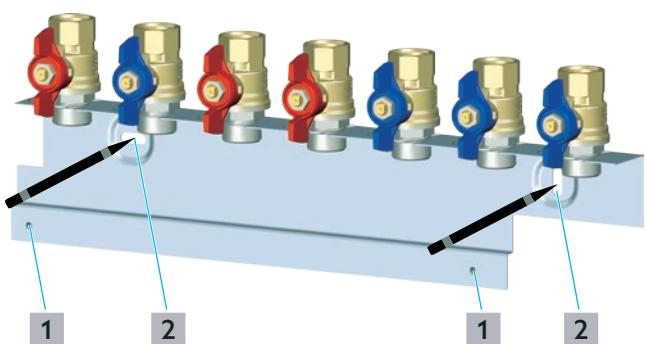

Fig. 6: Montage du jeu de raccordement avec robinets à tournant sphérique
- 5 Visser les boulons filetés dans la tête de maintien (position 1 sur la Fig. 6 en page 24).